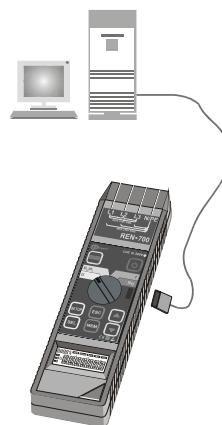

Рис.5. Соединение анализатора-регистратора с компьютером
- приблизить анализатор-регистратор стороной с интерфейсом IrDA на расстояние менее 1 м к адаптеру интерфейса компьютера (Рис.5); адаптеры интерфейса должны быть в прямой видимости;